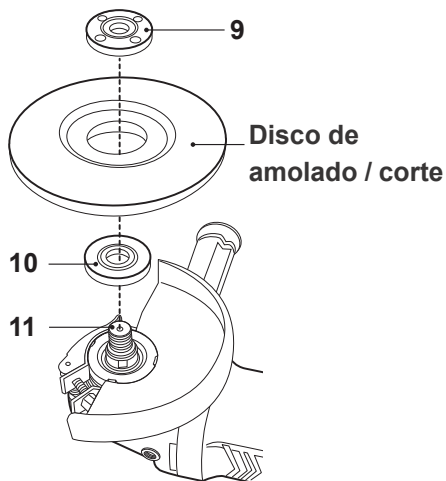

Fig. 12
> Coloque el disco en el husillo con la etiqueta mirando hacia el producto. El orificio del disco debe colocarse en el husillo y encajar firmemente en la sección en relieve de la brida de apoyo (10) (Fig. 12).